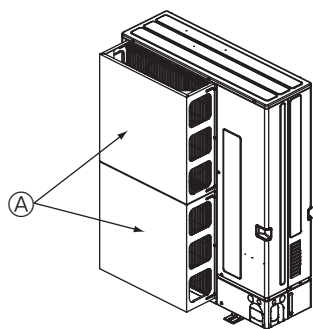
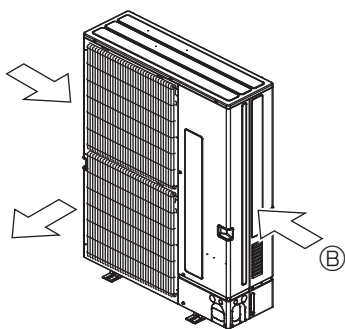
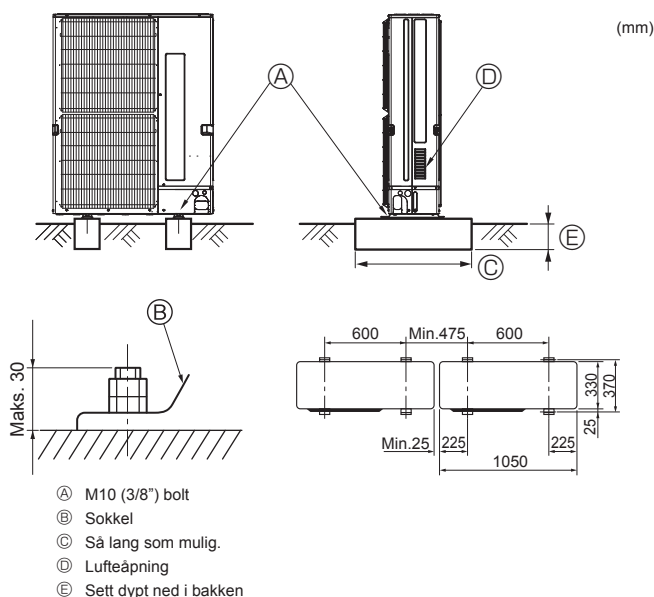

Fig. 2-15
Fig. 2-16
Fig. 3-1
① Monter en luftkanal (ekstraustyr) hvis enheten monteres på et sted der sterk vind fra en orkan osv. kan komme direkte inn i luftutløpet. (Fig. 2-15)
② Veiledning for luft
② Posisjoner enheten slik at luftutløpet står vinkelrett på den rådende vindretningen for årstiden, hvis det er mulig. (Fig. 2-16)
③ Vindretning
• Sørg for å montere enheten på et solid, plant underlag. Det vil forhindre klappelyder under drift. (Fig. 3-1)